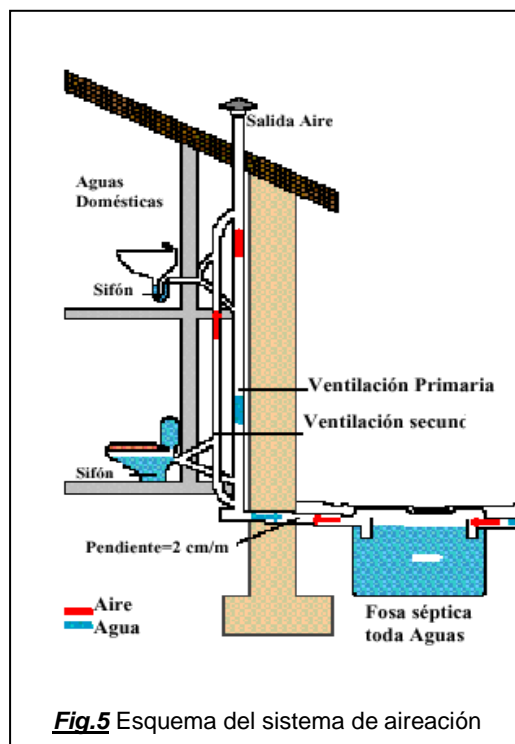

Fig.5 Esquema del sistema de aireación
- Se debe instalar un sistema de ventilación eficiente que permita la salida de los gases generados en el interior de los depósitos del conjunto MicroStar (Fig.5). Se recomienda la instalación de una seta de desodorización ROTH.